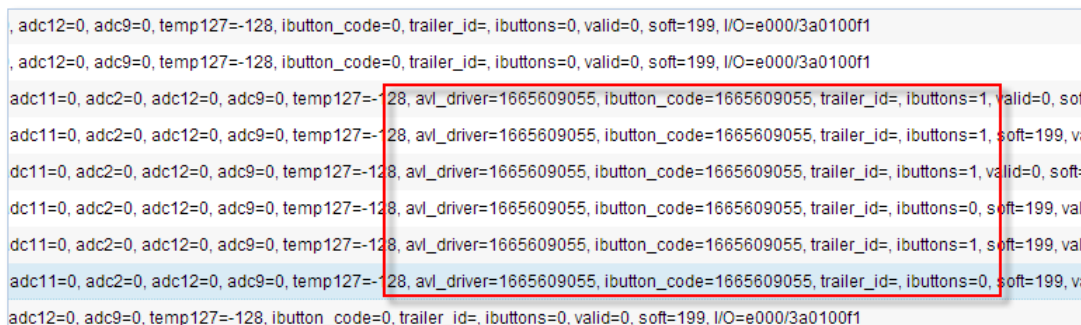

Рисунок 15. Данные о ключе iButton ПО мониторинга
7. Убедитесь в поступлении данных в ПО мониторинга (Рис. 15). Данные об прикладываемых ключах iButton отображаются в полях:
5. убедитесь в поступлении данных в ПО мониторинга (Рис. 15). Данные об прикладываемых ключах iButton отображаются в полях: